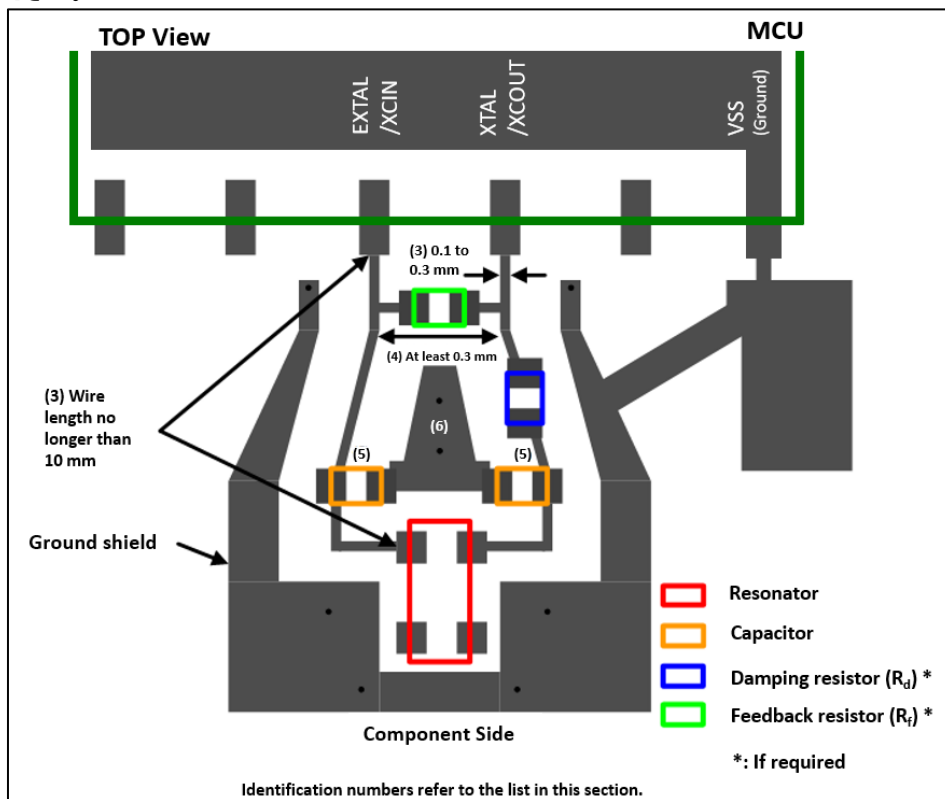
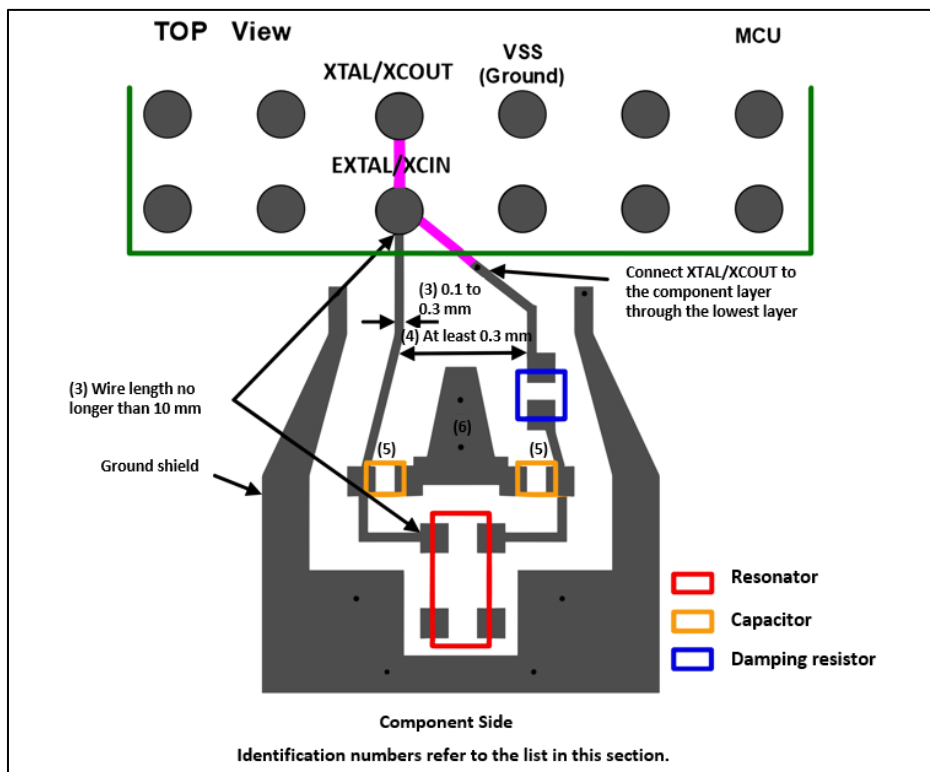
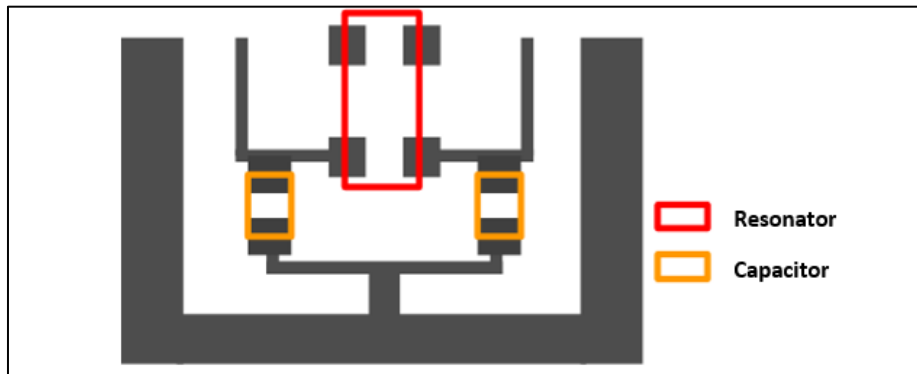

図 19 EXTAL/XCIN、XTAL/XCOUT 配線のパターン例：LQFP パッケージ
図 21 EXTAL/XCIN、XTAL/XCOUT 配線のパターン例：BGA パッケージ
図 22 2つの外部容量を MCU 付近に配置することが難しい場合のパターン例
(1)~(6)にEXTAL/XCIN、XTAL/XCOUT配線の要点を示します。また、図19~図22にパターン例を示します。
- (1) EXTAL/XCIN、XTAL/XCOUT配線は他の信号線と交差させないでください。
- (2) EXTAL/XCIN、XTAL/XCOUT配線にテスト端子を設けないでください。
- (3) EXTAL/XCIN、XTAL/XCOUT配線の幅は0.1 mm~0.3 mmとし、MCUの端子から発振子の端子までの配線長はできるだけ10 mm 以内にしてください。
- (4) EXTAL/XCIN端子に接続した配線とXTAL/XCOUT端子に接続した配線は、できるだけ(少なくとも0.3 mm 以上の)間隔をあけてください。
- (5) 2つの外部負荷容量を最短距離の配線で接続し、その配線を部品面にあるグランドパターン（以下、グランドシールドとする。詳細については6.1.2章を参照してください。）に接続してください。基板のMCU付近に余地が無くて外部負荷容量を図19~図21のようにMCUの近くに配置できない場合は、図22のように配置してください。
- (6) EXTAL/XCIN、XTAL/XCOUT間の寄生容量を減らすために発振子とMCUの間にグランドパターンを設けてください。